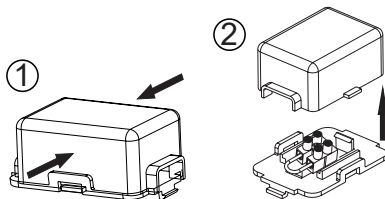

Abb. 3.2: Anschluss Fensterkippschalter
In der Motorbox ist in einer kleinen schwarzen Box eine Lusterklemme mit eingesetzter Kabelbrücke installiert (⇒ Abb. 3.2). Öffnen Sie die Box indem Sie den Deckel an den langen Seiten zusammendrücken ① und abnehmen ②.